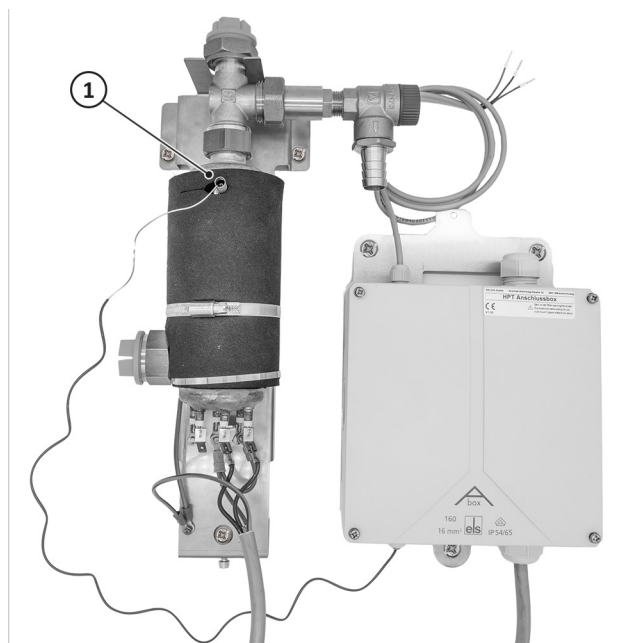

Abb. 4: mSTB montiert
- Sicherheitstemperaturbegrenzer (mSTB → Abb. 4 (1)) in die Hülse an der Heizpatrone stecken und mit beiliegendem Federstecker sichern.